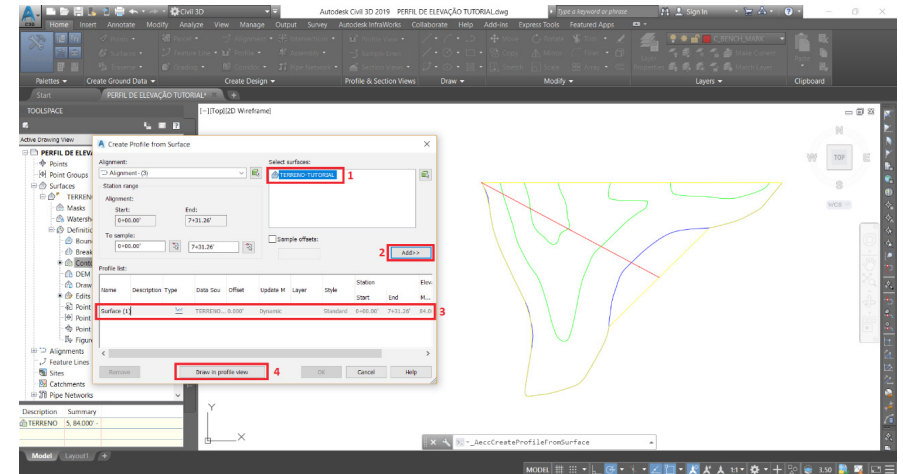

Figura 157 – Criando um perfil de elevação
Ao clicar no comando *Profile* irá abrir uma janela de comandos *Create profile from surface* onde deve-se clicar primeiramente na superfície criada que se encontra em *Select surfaces* denominada “TERRENO-TUTORIAL” (1) e, em seguida, em “Add>>” (2). A superfície será adicionada na janela abaixo denominada *Profile list* (3), em seguida, deve-se clicar em *Draw in profile view* (4), como se pode ver na Figura 157.